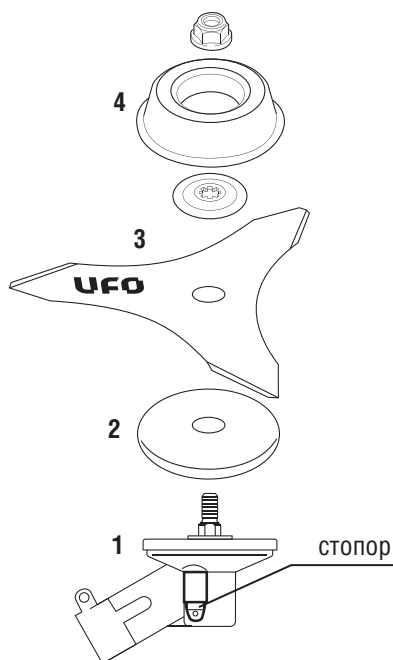

Рис. 12
1. Установите все части в последовательности, показанной на рис. 12.
3. Крепко затяните фиксирующую гайку (Рис. 12) ПРОТИВ ЧАСОВОЙ СТРЕЛКИ, удерживая стопор.
Закрепите ремень (А) в кольцо (В), установленный на валу (Рис. 12).